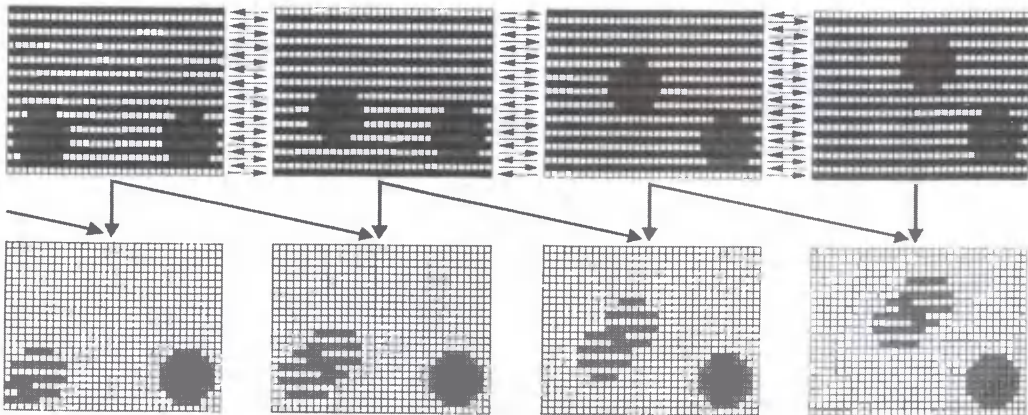

Рис. 2
При использовании деинтерлейсера с устройством сохранения изображения (запоминающим устройством — ЗУ) из двух следующих друг за другом полукадров (рис. 2, сверху) можно получить целое изображение (Frame Based Deinterlacing). При этом вертикальное разрешение достигает полного числа строк сигналов систем PAL (576) или NTSC (480). Такие сигналы уже можно подавать на большие экраны, однако в быстродвижущихся объектах при указанном методе появляется некоторая "потрепанность" ("бахрома"), так как в каждом полукадре они находятся на другом месте (рис. 2, снизу).